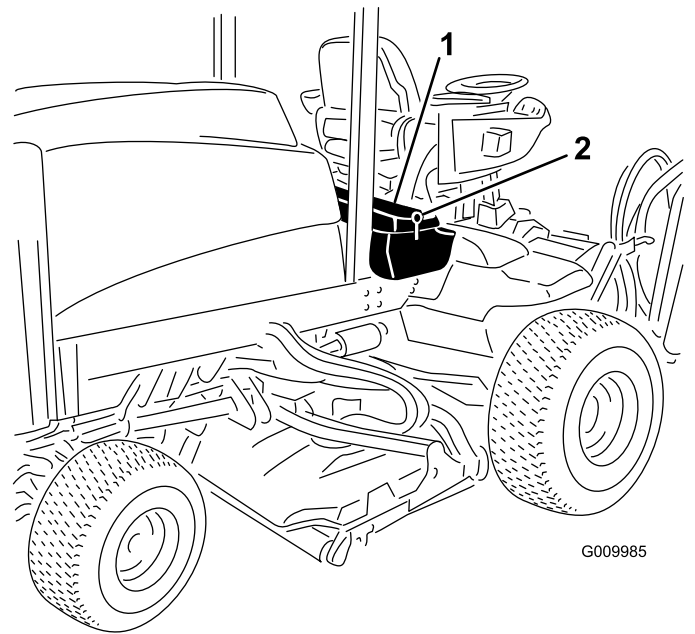
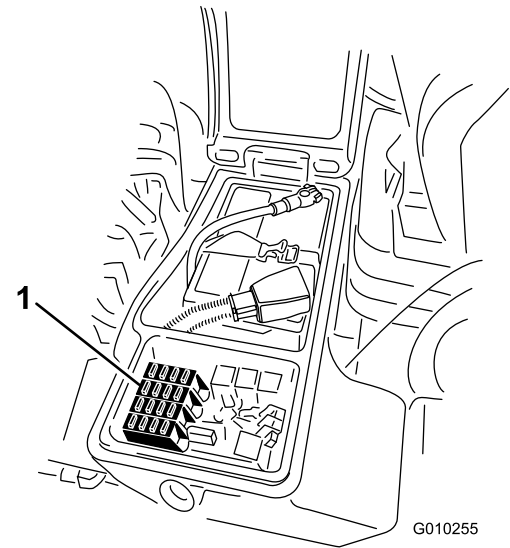

図 100
図 101
- 右側の物入れのカバーのラッチを外して、カバーを上を開く 図 100。
2. 必要に応じてヒューズを交換する 図 101。
3. 右側の物入れのカバーを閉じてラッチで固定する 図 100。
1. 右側の物入れのカバーのラッチを外してベルトカバーを外し 図 100、ヒューズブロックを露出させる 図 101。